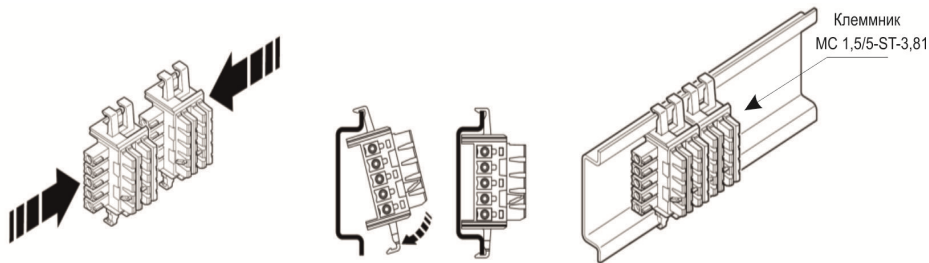

Рисунок 6.5 – Установка шинных соединителей на DIN- рейку
6.3.3 Для модификаций барьеров KA5011Ex-10, KA5011Ex-11 питание можно подавать через входящие в комплект шинные соединители. Напряжение подается на клеммник Phoenix Contact MC1,5/5-ST-3,81 (приобретается отдельно, в комплект барьеров не входит) подключаемый к крайнему шинному соединителю, а на остальные барьеры напряжение передается через смонтированные на DIN- рейке шинные соединители (рисунок 6.5).